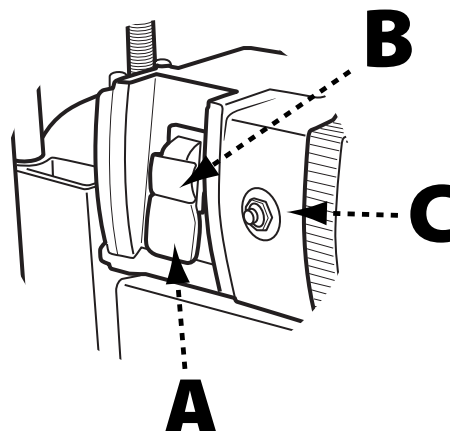

FIGURA 3
El interruptor de encendido/apagado (A) que se indica en la Figura 3 se encuentra al frente del gabinete. Para encender la máquina, ponga el interruptor en la posición superior. Para apagar la máquina, ponga el interruptor en la posición inferior.
1. Esta máquina usa una llave de seguridad (B), mostrada en la Figura 3, que le permite bloquear la herramienta en la posición "APAGADO" cuando no se está usando.
Como función adicional de seguridad, el cepillo DELTA® 22-555 cuenta con un interruptor de circuito integrado (C), como se muestra en la Figura 3. En caso de sobrecarga del motor o sobretensión mientras la máquina está en funcionamiento, el interruptor de circuito se disparará, cortando la energía a la máquina.